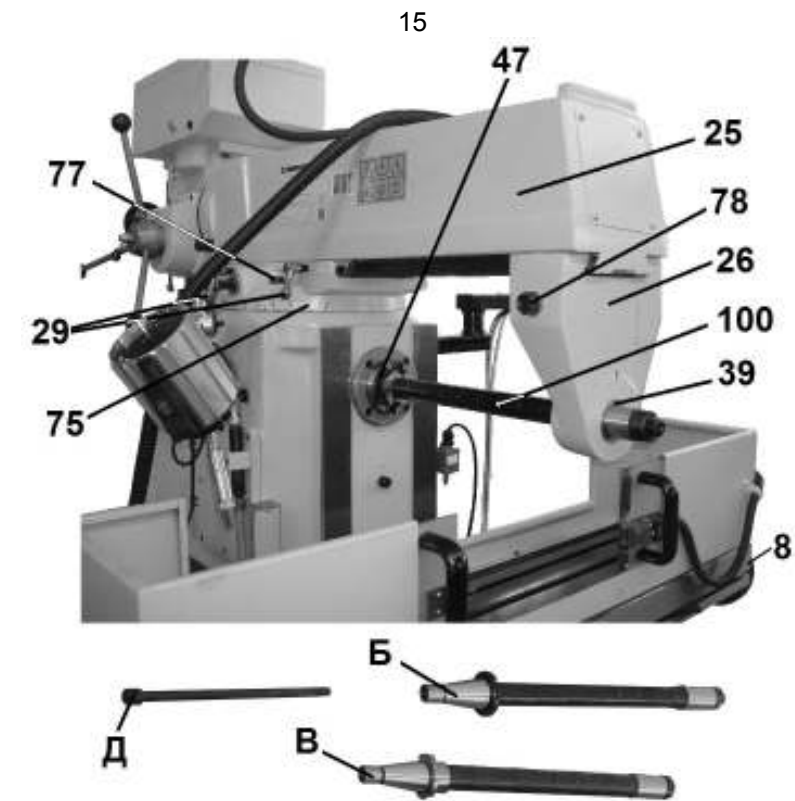

Рис. 38
10.8.11. На Рис.38 показан фрезерный станок для фрезерной обработки горизонтального шпинделем (47).